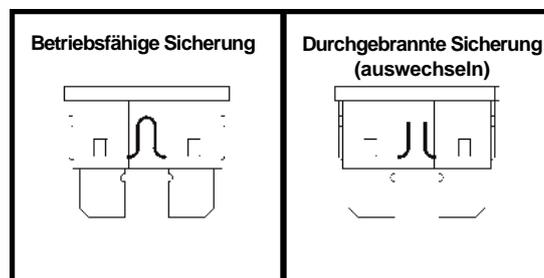

Abb. 23. Wechseln der Sicherung
2. Sicherung auf Durchbrennen überprüfen. Siehe Abb. 23.